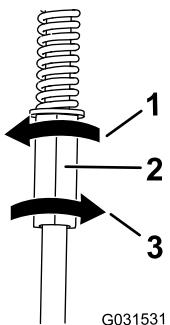

Figura 50
4. Gire la varilla de control izquierda en incrementos de un cuarto de vuelta hasta que la máquina avance en línea recta (Figura 50).